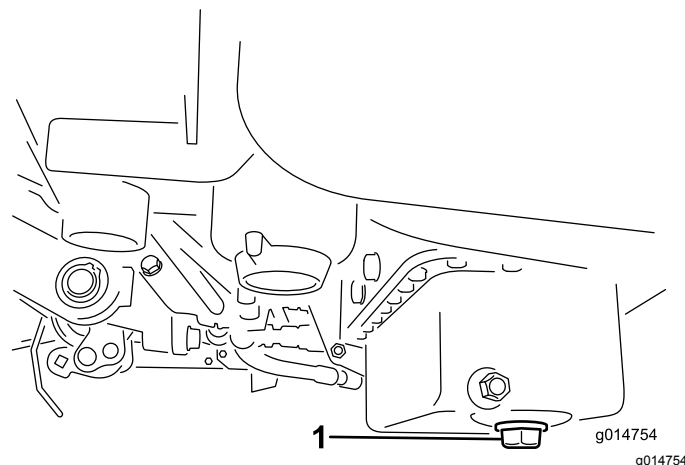

Figure 42
1. Retirez le bouchon de vidange et laissez couler l'huile dans un bac de vidange. Remettez le bouchon quand la vidange est terminée (Figure 42).